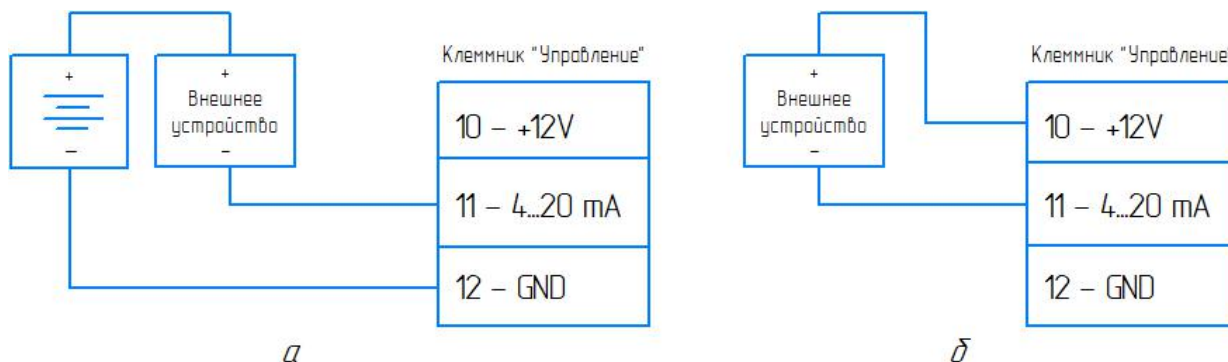

Рис. 4. Способы подключения управляющего сигнала 4-20 мА:
7.9. Для управления производительностью озонатора с помощью внешнего сигнала к клеммной колодке УПРАВЛЕНИЕ (см. рис. 3) необходимо подключить аналоговый сигнал 4-20 мА от внешнего источника. Для этой цели следует протянуть провода внешнего источника через один из кабельных вводов, расположенных на нижней стенке шкафа. Назначение контактов клеммной колодки: 10 – шина питания +12 В, 11 – аналоговый сигнал 4-20 мА, 12 – «земля» устройства управления. Способы подключения аналогового сигнала представлены на рис. 4. Для подключения датчика рекомендуется использовать витую пару проводов.